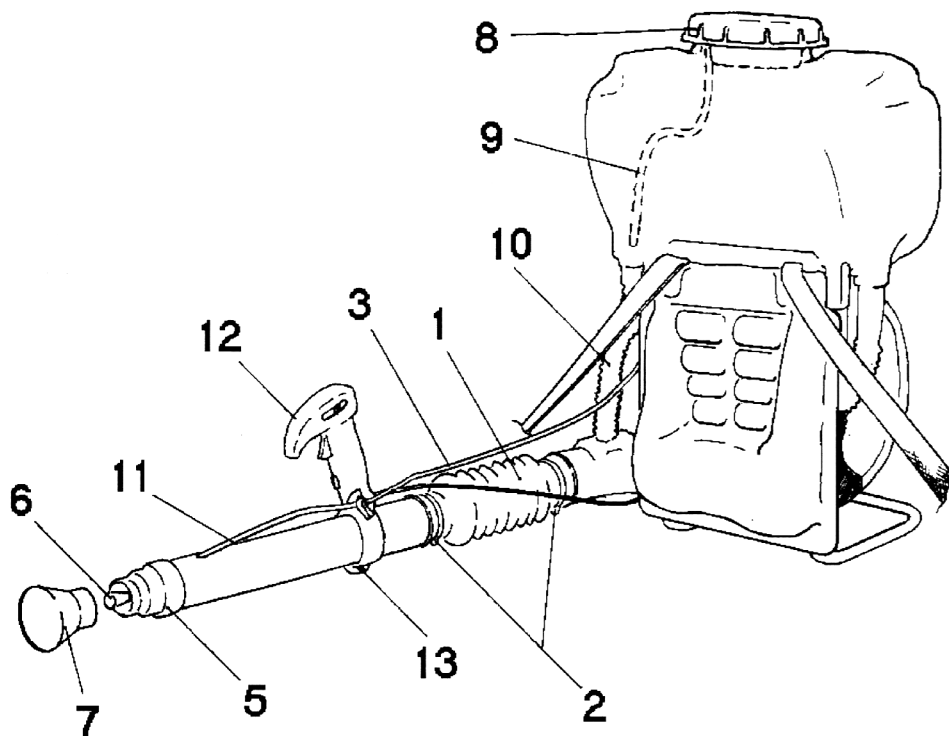

Figura 1 - Părțile componente ale atomizorului
1. Introduceți furtunul flexibil din Figura 1 poziția 1 pe vinclu și în furtunul roșu pentru aer. Fixați-l folosind inelele de fixare din Figura 1 poziția 2 pe care le găsiți în trusa de scule.
2. Introduceți furtunul din Figura 1 poziția 11 în mânerul de control din Figura 1 poziția 12.
3. Reglați poziția mânerului de control așa cum se potrivește cu nevoile dumneavoastră. Fixați mânerul cu șurubul din Figura 1 poziția 13.
4. Introduceți furtunul de eliminare a lichidelor din Figura 1 poziția 3 (se poate afla în spatele pernei) în capacul pentru lichide din Figura 1 poziția 12.
5. Înșurubați capul de stropire din Figura 1 poziția 5 în duza din Figura 1 poziția 6 pe care o găsiți în trusa de scule.
6. Dacă aveți nevoie de o ieșire largă, introduceți pâlnia de dispersie din Figura 1 poziția 7 în capul de stropire din Figura 1 poziția 5.